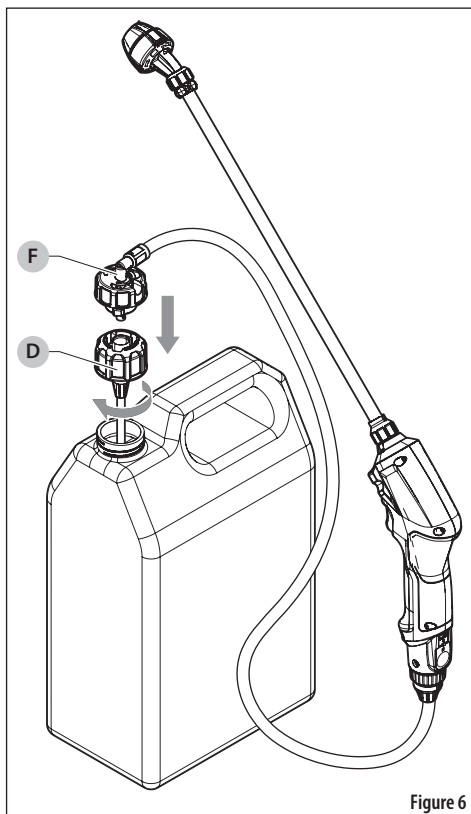

Figure 6
Le capuchon adaptateur universel (D) fixe la tige alimentée à batterie à n'importe quelle bouteille prête à l'emploi de 38mm étiqueté pour utilisation avec ce pulvérisateur. Voir Figure 6.